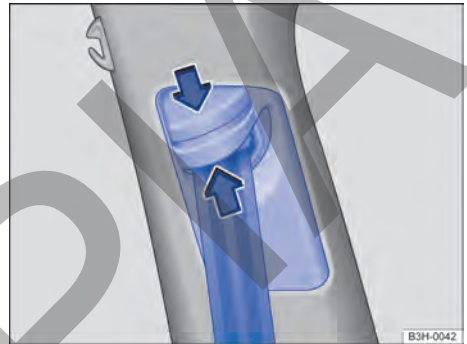

Fig. 34 Junto a los asientos delanteros: regulador de la altura del cinturón de seguridad.
- Presione el dispositivo regulador en el sentido de la flecha y manténgalo presionado → **fig. 34**.